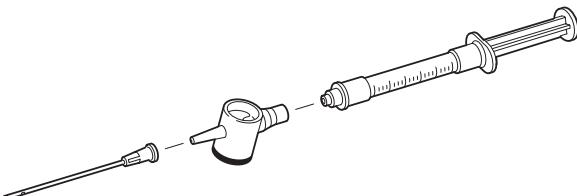

図1
4. あらかじめ充填されたシリングのキャップを外し、シリングを残りのチャンバーステムにねじ込みます。液体の通路を汚染しないよう注意してください。図1を参照してください。